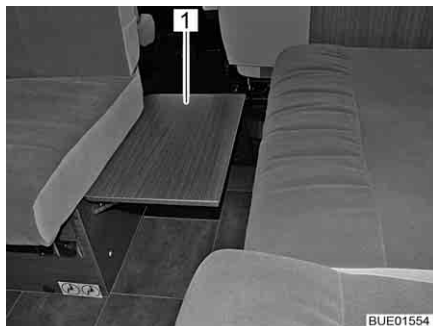

Fig. 98 Ensanche plegable del banco
- Girar hacia arriba el ensanche del banco (Fig. 98,1) en el banco delantero y dejar que engatille.